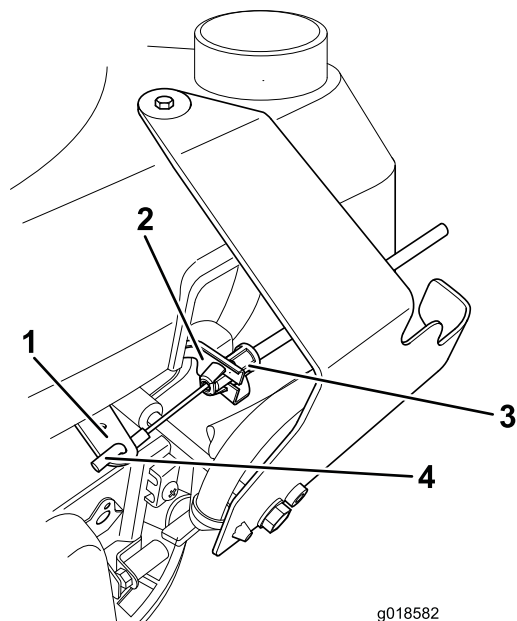

図 2
6. ドッグエンドをレバーに引っ掛け、ブレーキ・コントロールケーブルをピンと張って、ブラケットに挿入する (図 2)。
10. エンジンブレーキケーブル (図 2) を、スロットルコントロール・ユニットに通し、上方のベイル・アームまで引き出す。